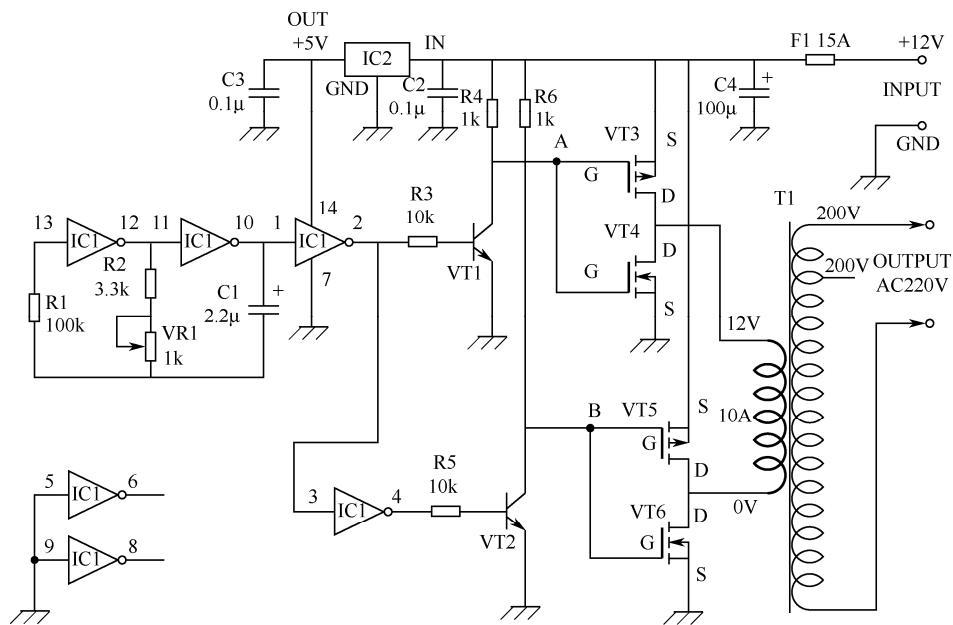
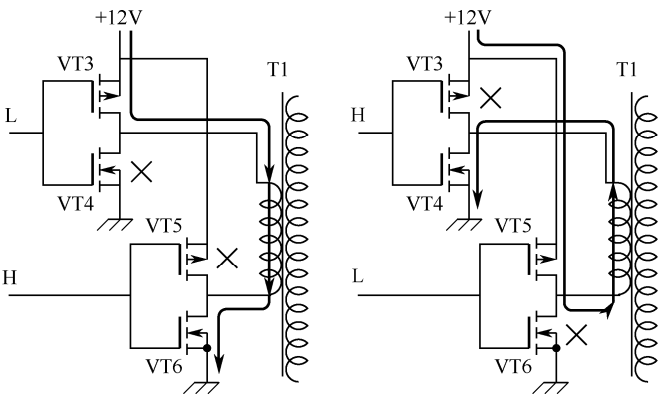

图 5-29 直流 12V 转交流 220V 逆变器电路
图 5-30 场效应管在高、低电位驱动时的电流通路
逆变器电路如图 5-29 所示。电路是由 MOS 场效应管、普通电源变压器为主构成的一个直流 12V 转交流 220V 的逆变器电路。其输出功率取决于 MOS 场效应管和电源变压器的功率。
1) 电路原理图（见图 5-29）
该电路将两个增强型 P 沟道 MOS 场效应管和两个增强型 N 沟道 MOS 场效应管分别组合在一起使用。当输入端为低电平时，P 沟道 MOS 场效应管导通；当输入端为高电平时，N 沟道 MOS 场效应管导通。在图 5-29 电路中，P 沟道 MOS 场效应管和 N 沟道场效应管总是在相反的状态下工作，使流过 T1 低压侧绕组的电流在 A 点低电位、B 点高电位时 (VT3、VT6 导通，VT4、VT5 截止) 由上向下流；在 A 点高电位、B 点低电位时 (VT4、VT5 导通，VT3、VT6 截止) 由下向上流，电流通路如图 5-30 所示。图中的“×”表示管子处于关闭状态。
电路中，其他两个反相器的输入端接地，以避免干扰其他电路，如图 5-29 左下角 IC1 的 5、6 和 8、9 脚所示。